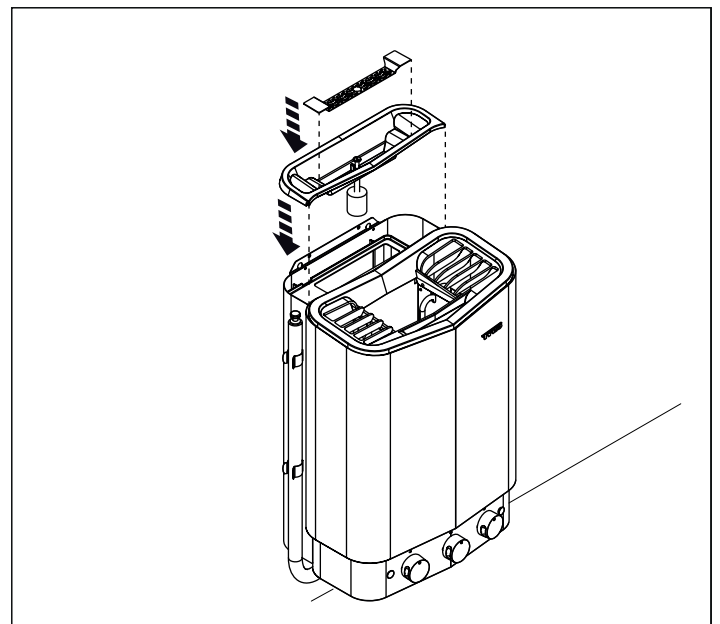

Abbildung 14: Montieren Sie die Wasserbehälterabdeckung und das Kräutergitter
12. Montieren Sie die Wasserbehälterabdeckung und das Kräutergitter (siehe Abb. 14). Beschädigen Sie den Schwimmer nicht.